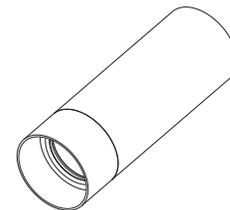
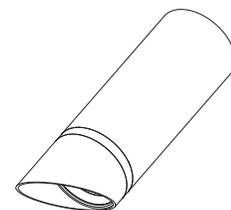

Fig. 1c
Fig. 2d
4. The installation is complete (Fig. 1c, Fig. 2d).
4. L'installation est terminée (Fig. 1c, Fig. 2d).